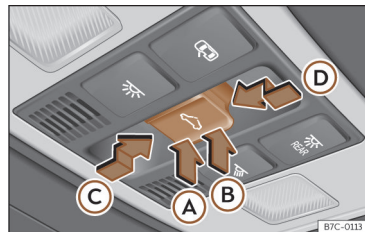

Fig. 61 No revestimento interior do teto: botão do teto de vidro.
O botão <>>> Fig. 61 tem dois níveis. No primeiro nível pode colocar-se o teto na posição defletora, abrir ou fechar total ou parcialmente.
- Antes que decorram aproximadamente 5 segundos desde a ativação da função antientalamento, pressione o botão ⇄ Fig. 61 até ao segundo nível no sentido da seta Ⓢ até que o teto se feche completamente.